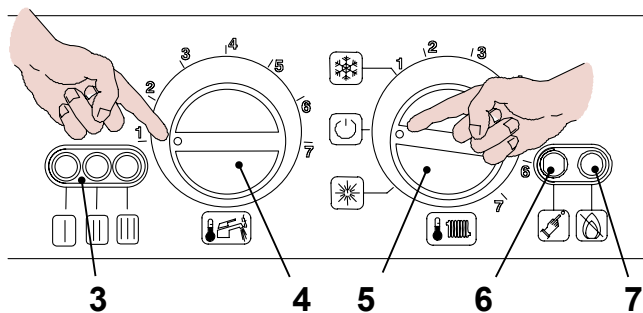
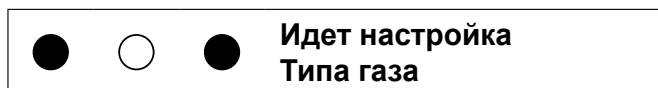
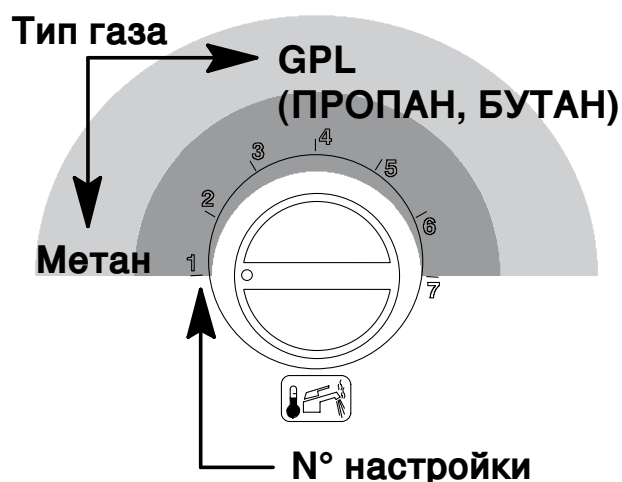
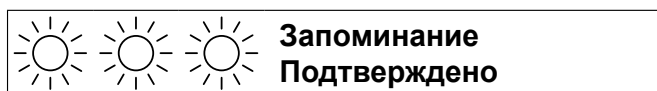

рис. 8.2
рис. 8.4
рис. 8.5
рис. 8.8
- Поверните переключатель 5 как показано в рис. 8.2 ; сигнальная лампа 3 будет мигать с интервалом в 4 секунды.
- Удерживайте нажатой кнопку перезагрузки 6 в рис. 8.2 в течение 10 секунд, лампа блокировки 7 в рис. 8.2 начнет мигать.
- Нажимайте кнопку перезагрузки 6 в рис. 8.2 (4 раза), пока не появятся сигнальные лампы 3 в рис. 8.2 врис. 8.4 (условные обозначения ламп на стр. 38).
Чтобы просмотреть заданные параметры, нажмите и придержите кнопку перезагрузки 6 в рис. 8.2 в течение 5 секунд. Сигнальные лампы 3 в рис. 8.2 вспыхнут количество раз, соответствующее настройке (рис. 8.5).
- Чтобы изменить настройку, поверните регулятор температуры сантехнической воды 4 в рис. 8.2 и установите его на желаемый тип газа рис. 8.5 (на рисунке регулятор установлен на газ Метан), сигнальная лампа блокировки 7 в рис. 8.2 быстро мигает.
- Чтобы внести в память настройку, нажмите кнопку перезагрузки 6 в рис. 8.2 и придержите ее в течение 5 секунд, сигнальные лампы 3 в рис. 8.2 вспыхнут и будут одновременно мигать, см. рис. 8.8 (условные обозначения ламп на стр. 38)